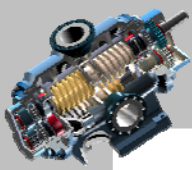
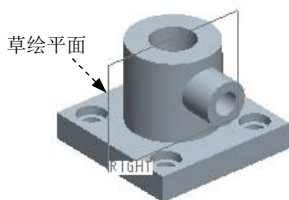
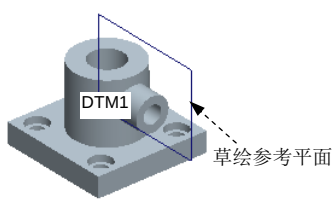

图 3.2.16 “截面”操控板
图 3.2.17 选取草绘平面
图 3.2.18 选取草绘参考平面
Step4. 系统弹出“截面”操控板，如图 3.2.16 所示。
(1) 定义草绘平面。在图 3.2.16 所示的“截面”操控板的 **草绘** 界面中单击 **定义...** 按钮，选取图 3.2.17 所示的 RIGHT 基准平面为草绘平面，再选取图 3.2.18 所示的基准平面 DTM1 为草绘参考平面，方向为 **左**，单击 **草绘** 按钮。